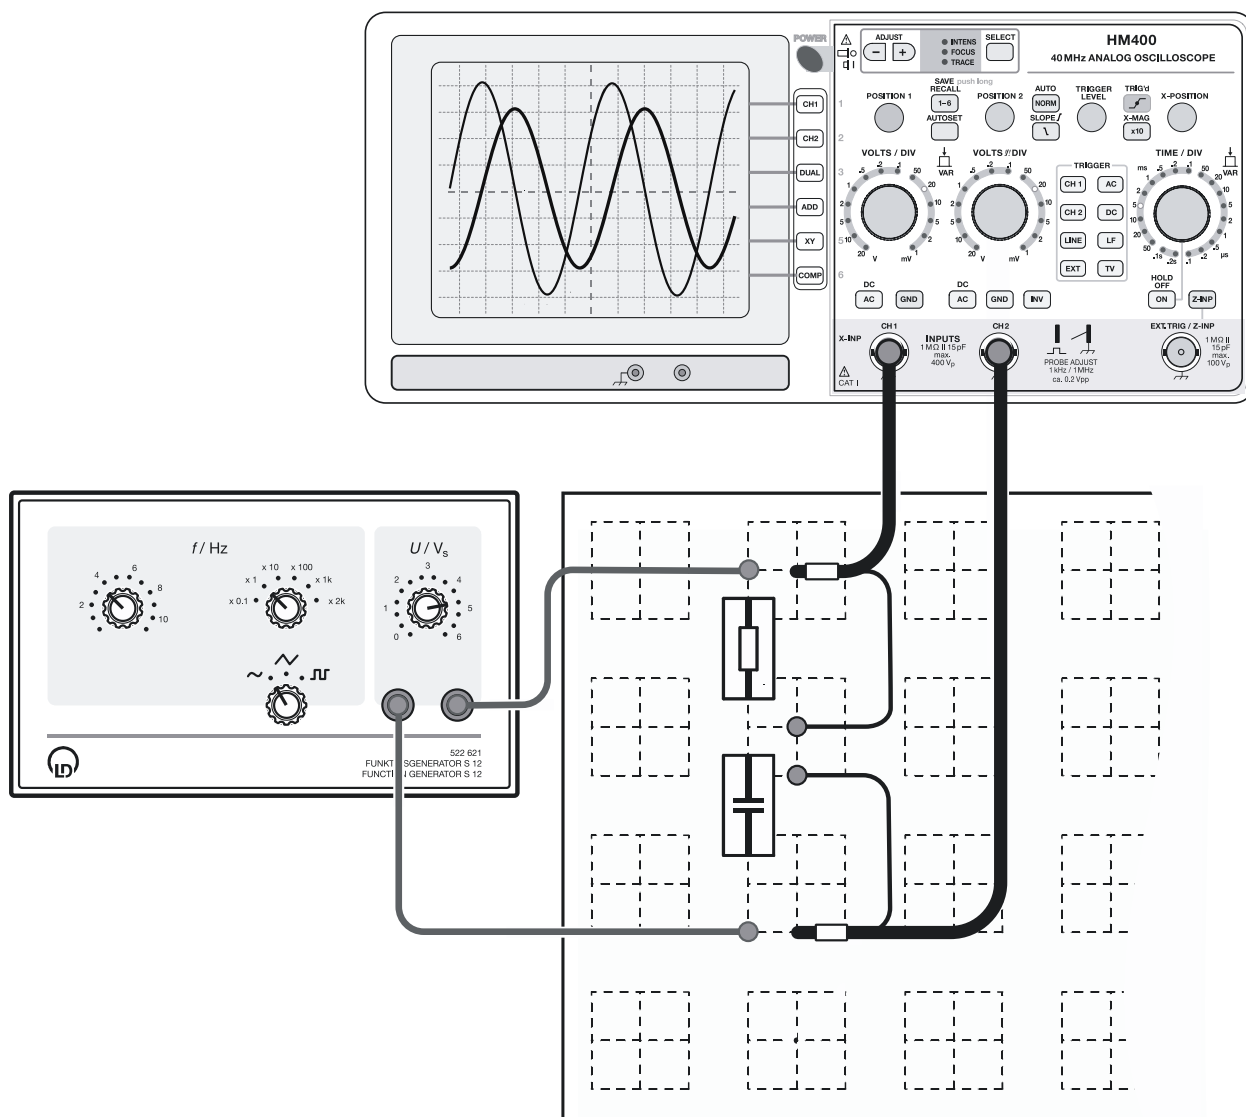

Рис.2. Экспериментальная установка для определения емкостного сопротивления.
- Соберите экспериментальную установку согласно рис. 2, используя резистор с сопротивлением $R = 1 \text{ Ом}$ и конденсатор емкостью $C = 1 \text{ мкФ}$.